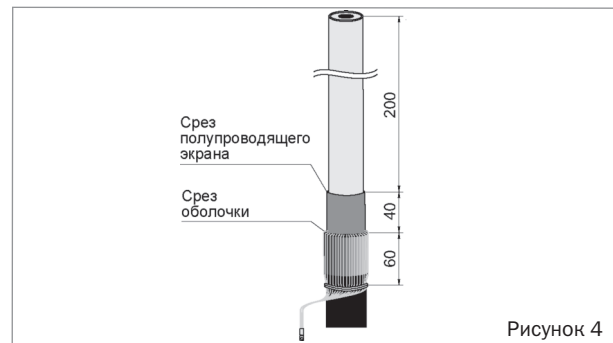

Рисунок 4
- Удалить слой полупроводящего экрана с жилы кабеля, оставив участок экрана длиной 40 мм возле среза оболочки. После удаления полупроводящего экрана поверхность полиэтиленовой изоляции должна быть гладкой, без бугров, заусенцев и частиц экрана. Недостатки на поверхности полиэтиленовой изоляции устранить наждачной бумагой. Поверхность изоляции жилы очистить салфеткой, смоченной в бензине или растворителе (рисунок 4).